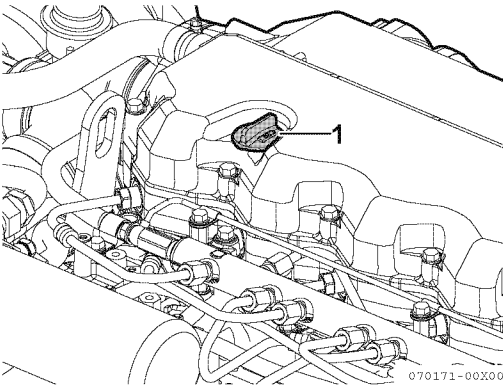

Figure 7
1. Rimuovere il tappo giallo del bocchettone di rifornimento dell'olio (**Figure 7, (1)**) e rabboccare con olio motore.